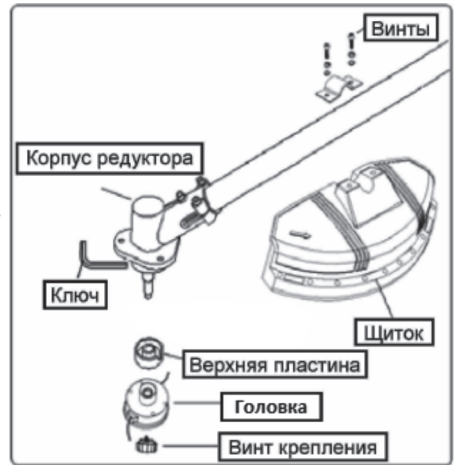

Рис. 5
7.3. Установка головки с леской (Рис. 5)